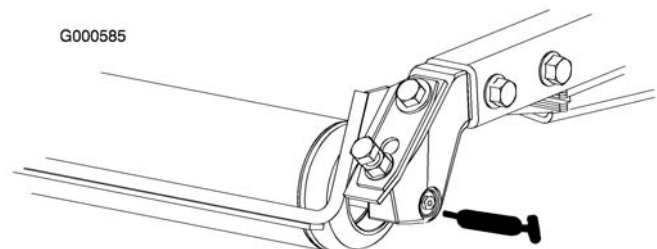

Bild 26
- Hintere Rollenlager (2 pro Mähwerk) (Bild 26)
Hinweis: Für die bündigen Nippel an den Rollen (Bild 26) ist ein Fettspritzenadapter erforderlich. Sie können es mit der Bestellnummer 107-1998 von Ihrem Toro Vertragshändler beziehen.